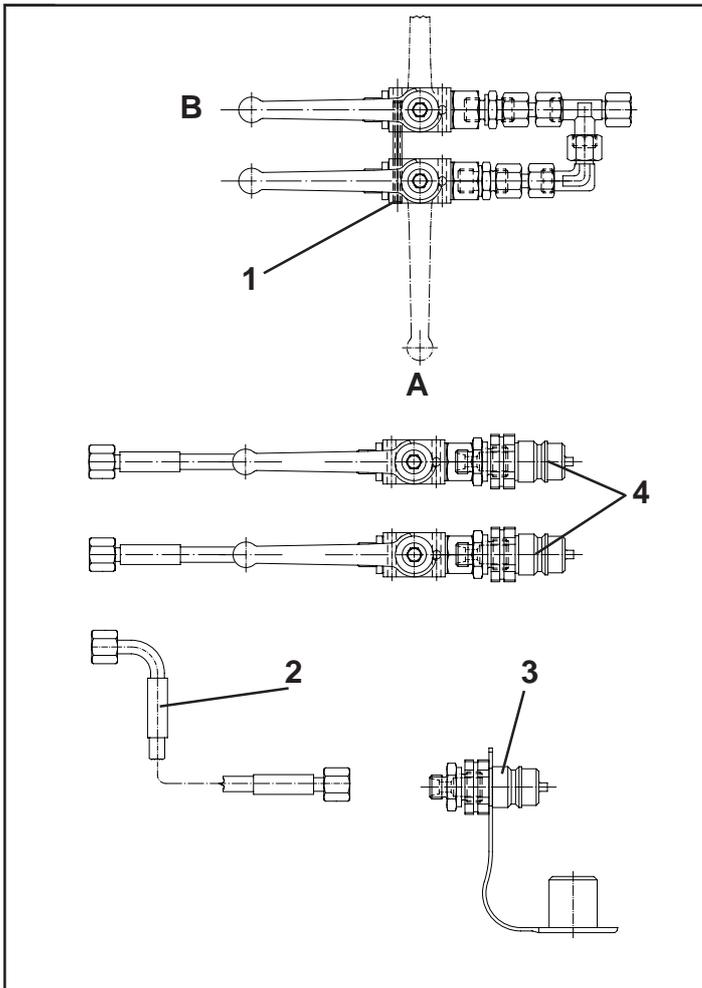

Fig. 22
⚠ Bei der Montage des Tauwerks beide Schieber schließen und durch schließen der Kugelhähne sichern. Stellung der Kugelhähne siehe Fig.22.
**When fitting the cordage, close both shutters and secure by closing the ball taps. For ball tap position, please refer to fig. 22.**
**Lors du montage de la corde, fermez les deux trappes puis fermez les deux robinets à boisseau sphériques. Position des robinets à boisseau sphérique, voir fig.22.**
**Bij de montage van de touwconstructie de beide schuiven dichtzetten en borgen met de kogelkranen. Voor de blokkeerstand van de kogelkranen, zie fig. 22.**
- eine Schieberkopplung (Fig.22/1)
- ein Hydraulikschlauch (Fig.22/2)
- ein SVK-Stecker mit Drossel und Staubschutz (Fig.22/3).
Pos 4, Fig 22- vorhandene Hydraulikanschlüsse vom Streuer.
geschlossen - Fig.22/A
offen - Fig.22/B
- one slide coupling (Fig.22/1)
- one hydraulic hose (Fig.22/2)
- one quick coupling plug with throttle and dust cap (Fig.22/3).
Item 4, Fig 22- hydraulic connections available on the tractor
closed - Fig.22/A
open - Fig.22/B
- un couplage de commande des trappes (Fig.22/1)
- un flexible hydraulique (Fig.22/2)
- une prise d'accouplement rapide avec étrangleur et protection contre la poussière (Fig.22/3).
Pos. 4, Fig 22- raccords hydrauliques existants de l'épandeur.
fermée - Fig.22/A
ouverte - Fig.22/B
- een koppelset voor kogelkranen (Fig.22/1)
- een hydrauliekslang (Fig.22/2)
- een snelkoppelstekker met drossel en stofkap (Fig.22/3).
Pos 4, Fig 22- reeds aanwezige hydraulische aansluitingen van de strooier.
gesloten - Fig.22/A